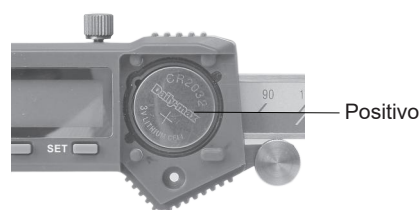

fig.2
---Coloque la batería CR2032 en el compartimento, con el lado positivo (+) hacia fuera (fig. 2).